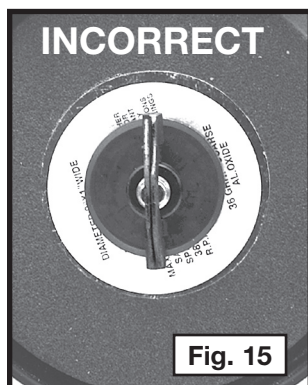
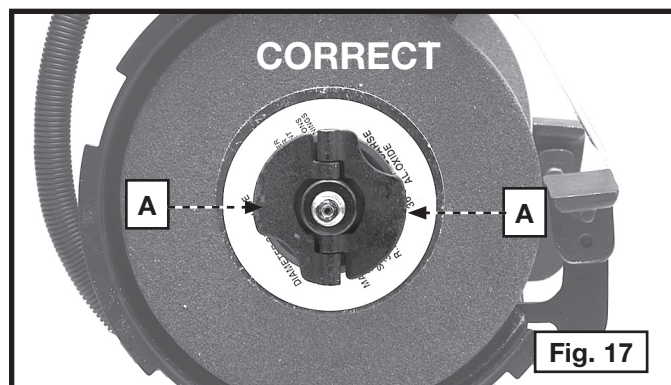

Fig. 15
Fig. 17
6. Colocar el reborde en la enramada. Enhebrar la nuez de enramada en la enramada hasta que's apretado contra el reborde de enramada. Empuje las alas (A) Fig. 17 fuera al cerró la posición. Las alas deben colocar plano contra el reborde de enramada.
⚠ ADVERTENCIA Las alas de la nuez de enramada deben contactar el reborde (Fig. 17). Si las alas de nuez de enramada no contactan el reborde (as de enramada mostrado en el Fig. 15 y 16), esto causara la vibracion.